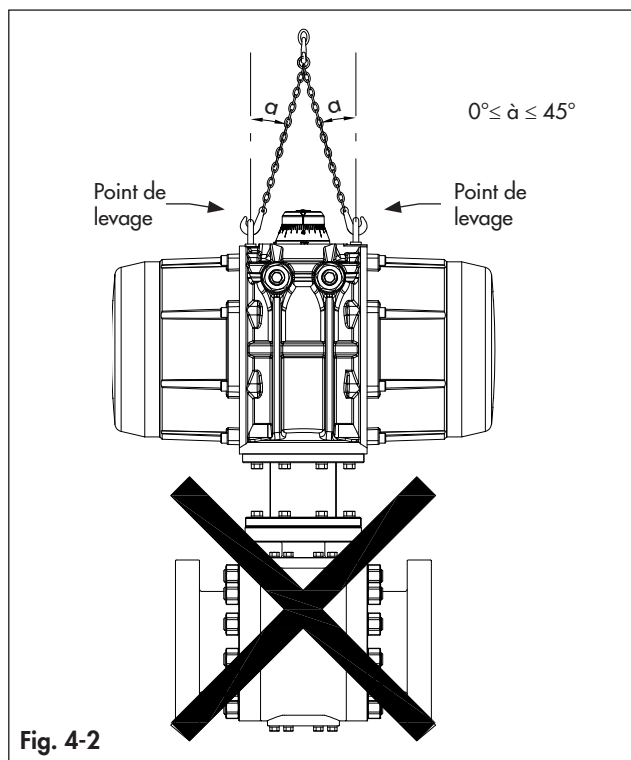

Fig. 4-2
- Sur demande, deux trous filetés sont disponibles pour soulever l'actionneur au moyen de boulons à œil ou de composants similaires, comme indiqué à la Fig. 4-2. Ne pas soulever l'ensemble actionneur et vanne à partir de ces points de levage.